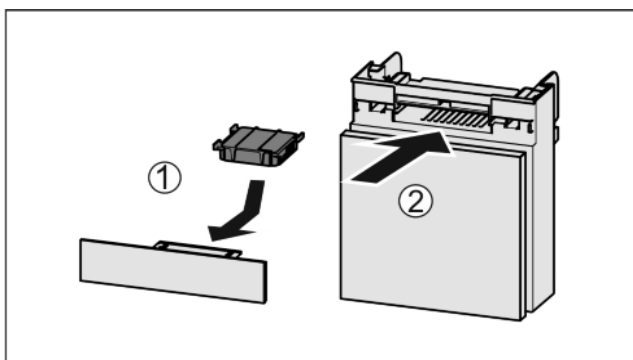

Fig. 54
- ▶ Aktivkohlefilter nach Abbildung einsetzen Fig. 54 (1).
- ▶ Fach einschieben Fig. 54 (2).